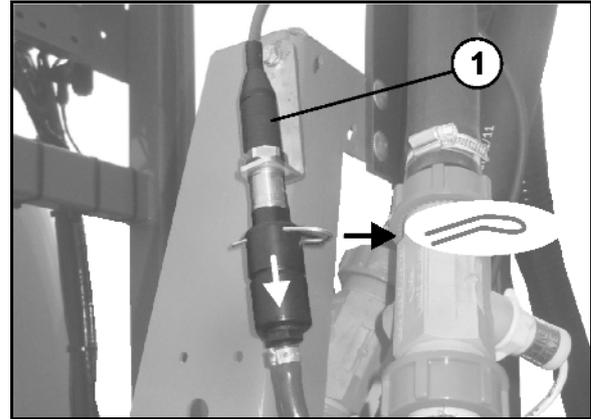

Fig. 161
- o Ablass-Schraube (Fig. 161/1) am Druckminder-Ventil herausschrauben.
- o den DUS-Schalthehnhahn (Fig. 161/2) öffnen.